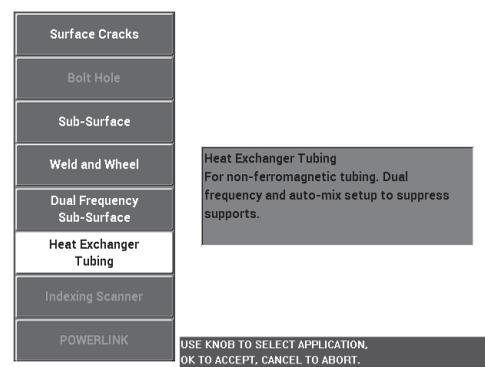

Figura 5-136 L'applicazione Tubi scambiatore calore
2. Premere una volta il tasto di menu ADV SETUP (), ed in seguito selezionare **SELEZ. APP.** (selezione dell'applicazione) [tasto A] per aprire il menu di selezione dell'applicazione. Selezionare **Tubaz. scamb.calore** (tubazioni di scambiatori di calore) con la manopola ed in seguito premere  per confermare (vedere Figura 5-136 a pagina 236).